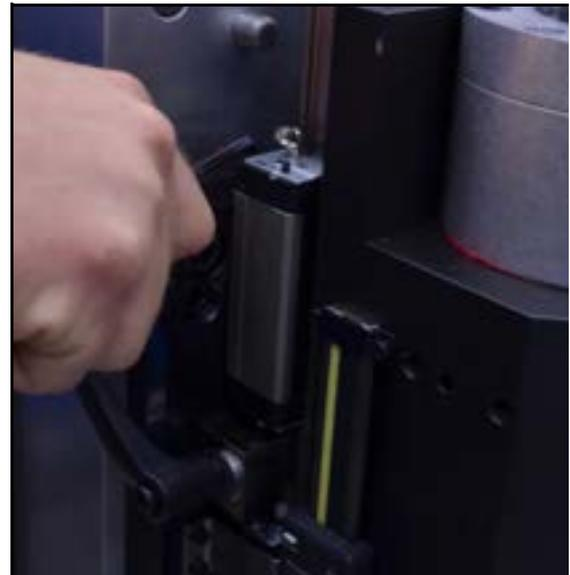

ABBILDUNG 4-6. Y-ACHSEN-SCHRAUBENEINSTELLUNG
- b) Die Schrauben der Y-Achse so einstellen, dass der Anzeigenwert innerhalb von 0,03 mm (0,001") liegt. Siehe Abbildung 4-6.